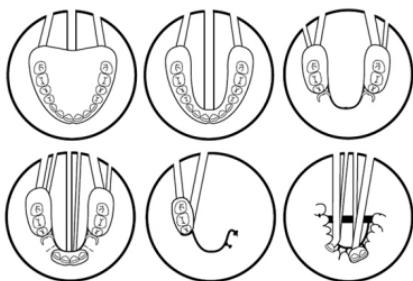

Figura 1. Tecniche di smaterozzatura
a. Creare o posizionare fori per i canali di colata nello stampo in idrocolloide o silicone come mostrato nella Figura 1.